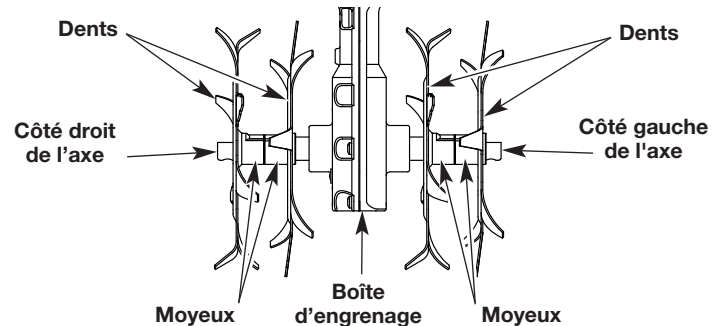
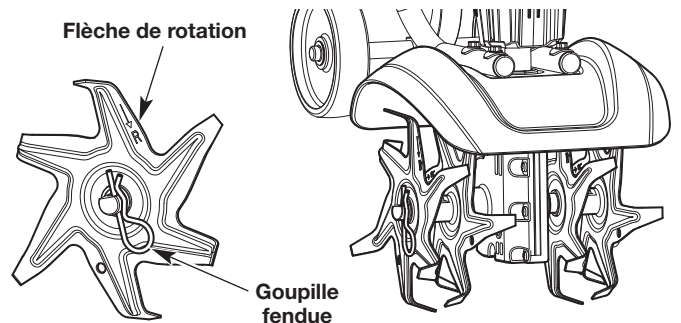

Fig. 8
Fig. 9
3. Retirer les goupilles fendues situées à chaque extrémité de l'axe des dents (Fig. 9). Retirez les couteaux de l'axe en les glissant (Fig. 8).
5. Glissez les nouveaux couteaux sur l'axe avec les moyeux vers l'intérieur de façon à ce qu'ils fassent face (Fig. 8). Assurez-vous que les flèches de rotation sont dirigées vers le train d'engrenages sur le côté gauche de l'axe et à l'opposé du train d'engrenages du côté droit de l'axe. (Fig. 9)
6. Fixer les nouvelles dents à l'axe à l'aide des goupilles fendues (Fig. 9).